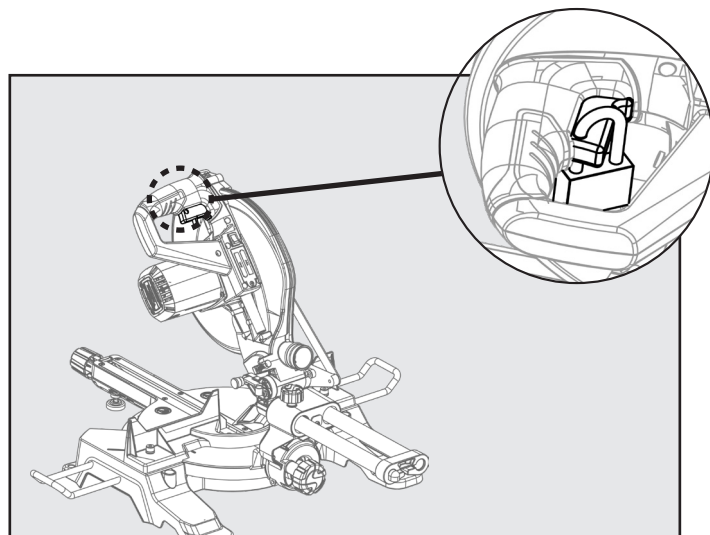

FIGURE 16
Pour empêcher les personnes non autorisées d'utiliser la scie, un cadenas (non compris) peut être installé dans l'orifice de verrouillage situé sur le commutateur, comme illustré à la figure 16. Assurez-vous que le cadenas est bien fermé avant de laisser la scie sans surveillance.
- Placez la pièce sur la table à onglets en appuyant un de ses bords contre le guide. Si la pièce est courbée, placez le côté convexe contre le guide. Si le bord concave d'une planche est placé contre le guide, la planche pourrait s'effondrer sur la lame à la fin de la coupe et bloquer la lame. Voir figure 16.